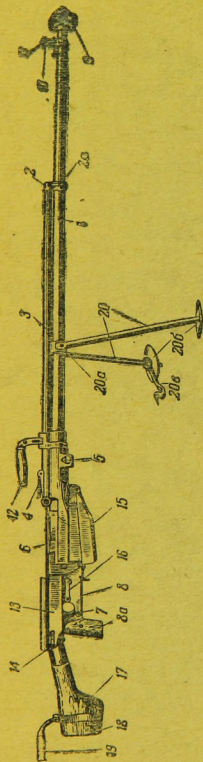
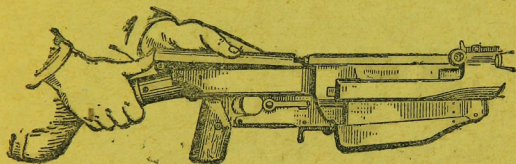

Рис. 2. Общий вид ружья ПТРС справа:
Рис. 3. Отделение крышки ствольной коробки
4. Питание ружья производится при помощи обоймы 21 (рис. 2) с пятью патронами. Обойму вставляют в магазин 15 снизу.
5. Прицел 4 (рис. 2) открытый, секторного типа, для стрельбы на дальности до 1 500 м.
— придерживая крышку ствольной коробки (рис. 3) левой рукой сзади, правой отвести флажок чеки 14 крышки (см. рис. 2) вверх и вынуть чеку вправо;
— вставить чеку 14 крышки (см. рис. 2) и повернуть ее флажок в горизонтальное положение.